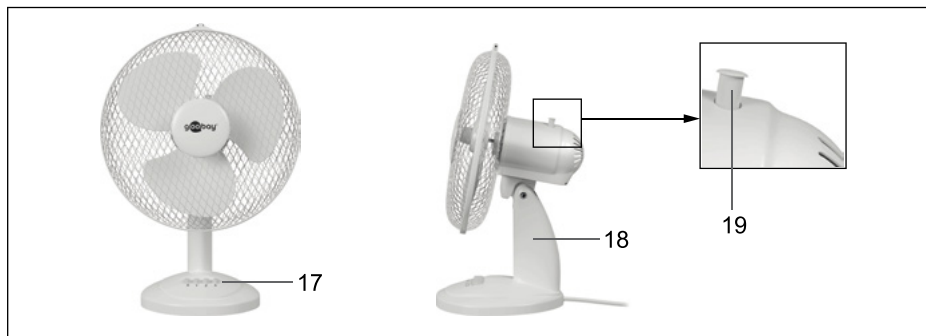

Fig.41: Ventilatore da tavolo montato
11. Avvitare l'anello risultante sul bordo della griglia di protezione posteriore (14).
Il bordo della griglia di protezione deve trovarsi nella scanalatura posteriore (15) del nastro di fissaggio. Vedere Fig. 41 a).
12. Inserire la griglia di protezione anteriore (6) nella scanalatura anteriore (16) del nastro di fissaggio. Vedere Fig. 41 b).
13. Avvitare ulteriormente in senso orario la vite con testa a croce utilizzando un cacciavite apposito. Vedere Fig. 41 c).